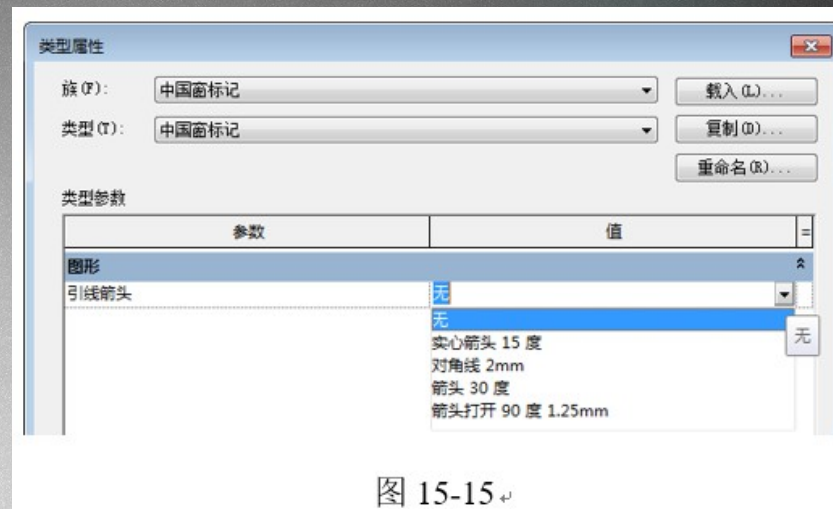
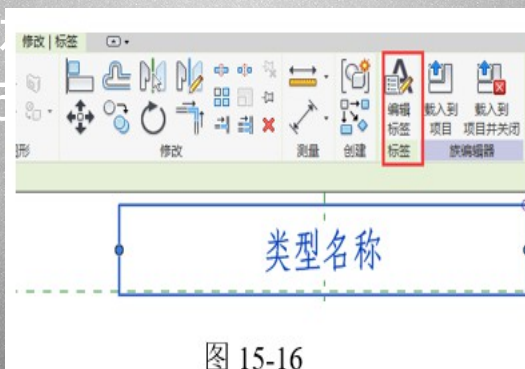
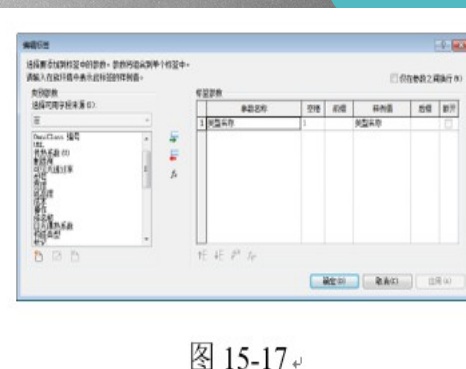

图 15-15
图 15-16
图 15-17
- ▶ (3) 类型属性
- ▶ 在“类型属性”对话框中设置“引线箭头”样式，如图 15-15 所示。
- ▶ (4) 编辑窗标记
- ▶ 双击“窗标记”，切换至“中国窗标记”视图，单击“类型名称”，单击“修改\标签”选项卡“标签”面板“编辑标签”按钮，如图 15-16 所示。弹出“编辑标签”对话框，在类别参数下拉列表中，双击“类型名称”，添加至右侧“标签参数”列表里，如图 15-17 所示。